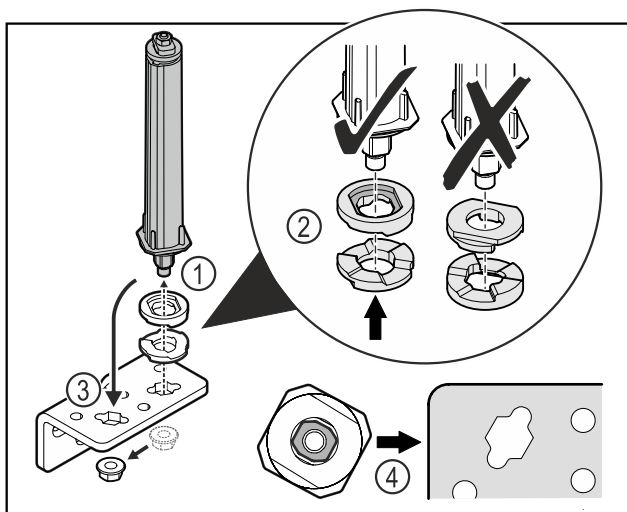

Fig. 46
- ▶ Oldja ki az anyát, és távolítsa el az ajtózáro rendszert Fig. 46 (1).
- ▶ Ügyeljen a magasságállító alátétek helyes beigazítására Fig. 46 (2).
- ▶ Helyezze át az ajtózáro rendszert a zsanéridombban, és rögzítse az anyával Fig. 46 (3).
- ▶ Behelyezéskor ügyeljen az ajtózáro rendszer helyes beigazítására Fig. 46 (4).